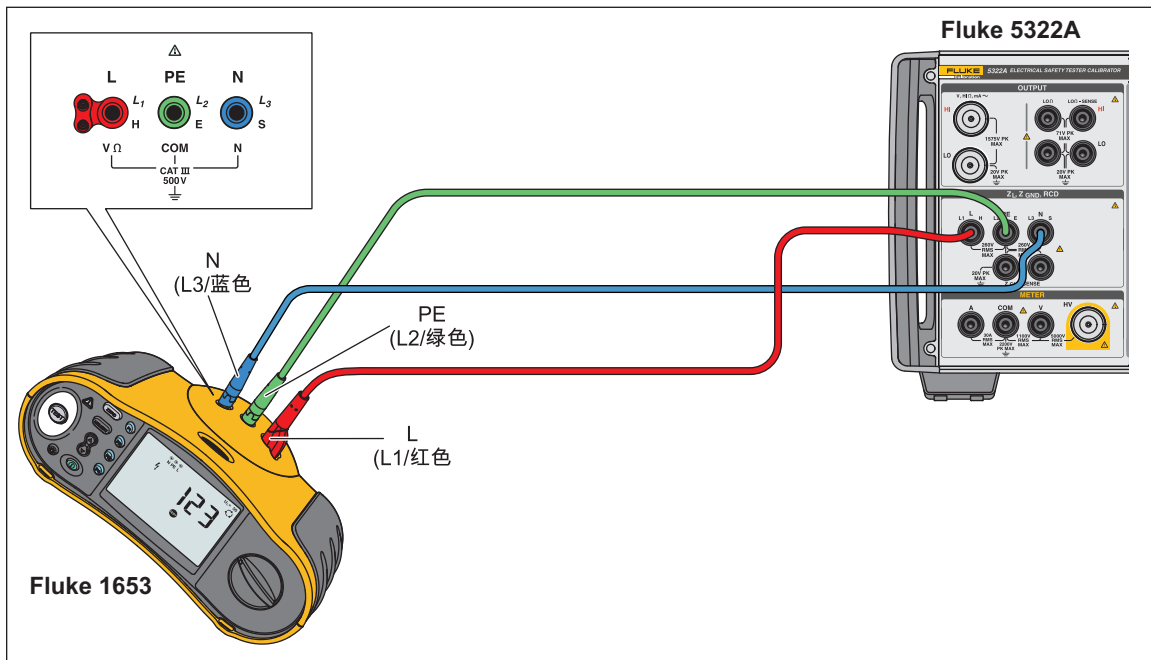

图 44.对 Fluke 1653 执行线路和环路阻抗校准
- 2. 如图 44 所示，将被测仪器连接到本产品的 L、PE 和 N 端子。对于某些电源线路阻抗测试仪，不需要连接 PE。
2. 如图 44 所示，将被测仪器连接到本产品的 L、PE 和 N 端子。